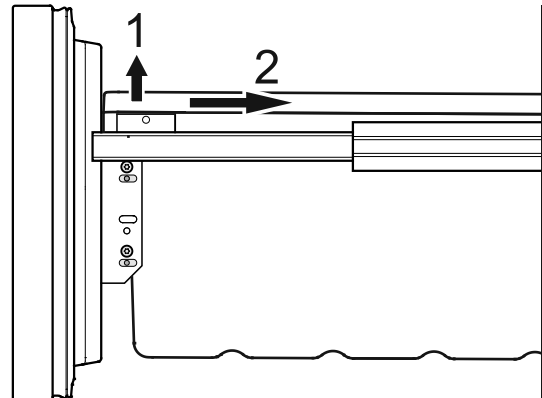

Figure 17
- Désenclipper les coins gauche et droit du récipient en le tirant vers le haut (1) - **Figure 17**.
- Pousser le récipient vers l'arrière (2) - **Figure 17**.
- Retirer les récipients des tiroirs du compartiment congélateur comme aux **Figures 17 et 18**.